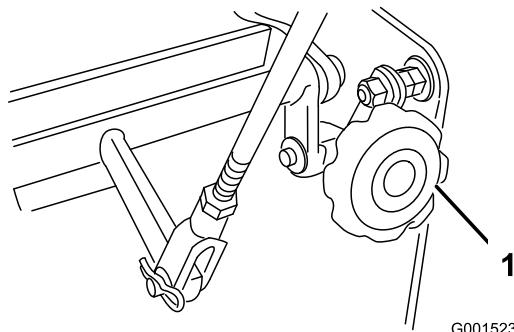

Figura 43
- Si la unidad se desvía hacia un lado, gire el mando de ajuste de la dirección. Gire el mando a la derecha para dirigir la máquina hacia la derecha, y a la izquierda para dirigir la máquina hacia la izquierda (Figura 43).